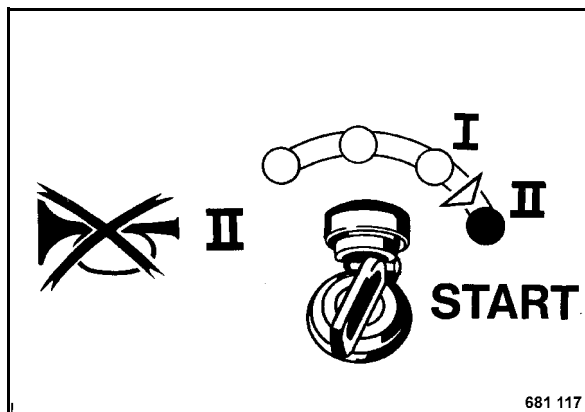

Рис. 18
- Дальше повернуть ключ зажигания в положение "II" (Рис. 18); двигатель запускается.